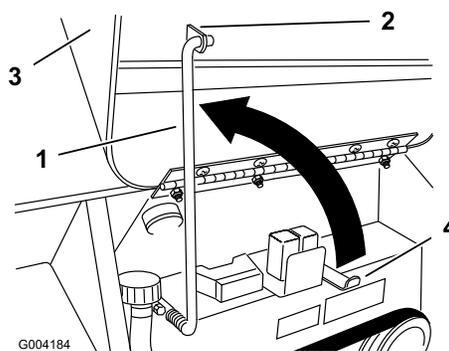

Figura 22
4. Ruotate verso l'alto l'asta di supporto e fissatela nella staffa del cofano (Figura 22).